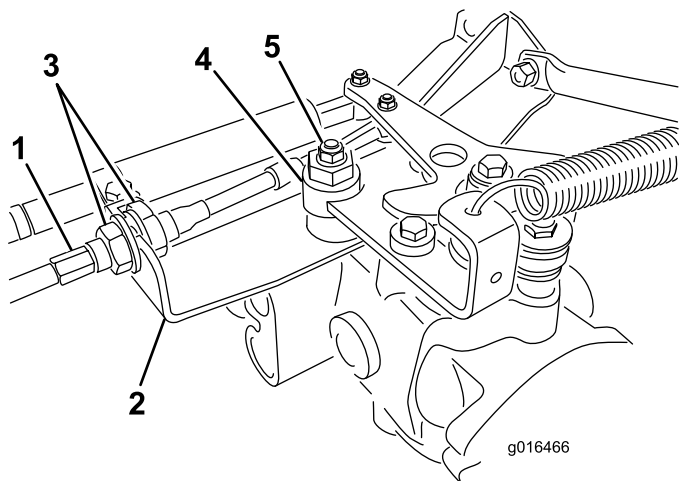

Figura 42
- A. Allentate entrambi i controdadi che fissano il cavo di comando della trazione alla paratia dell'igrostatato (Figura 42). Verificate che i controdadi siano ugualmente allentati, in modo sufficiente da consentire la messa a punto.
- B. Allentate il dado che fissa l'eccentrico alla parte superiore dell'igrostatato (Figura 42).
(Figura 42). Verificate la regolazione portando l'acceleratore in posizione Slow e Fast.
- E. Da ambo i lati della piastra serrate in modo **uniforme** i dadi che fissano il cavo di trazione alla piastra (Figura 42). Non torcete il cavo.